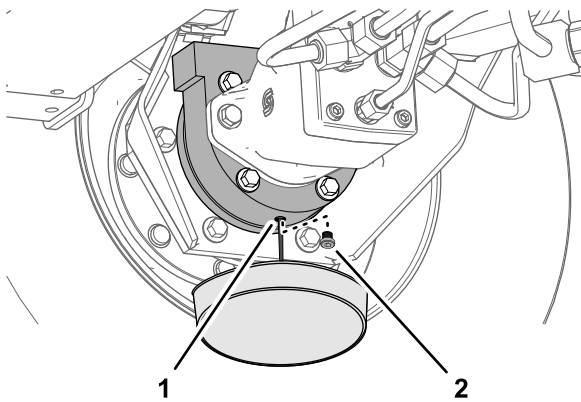

Figura 75
6. Coloque o recipiente de escoamento por baixo da estrutura do travão, retire o tampão e deixe o óleo escorrer completamente (Figura 75).